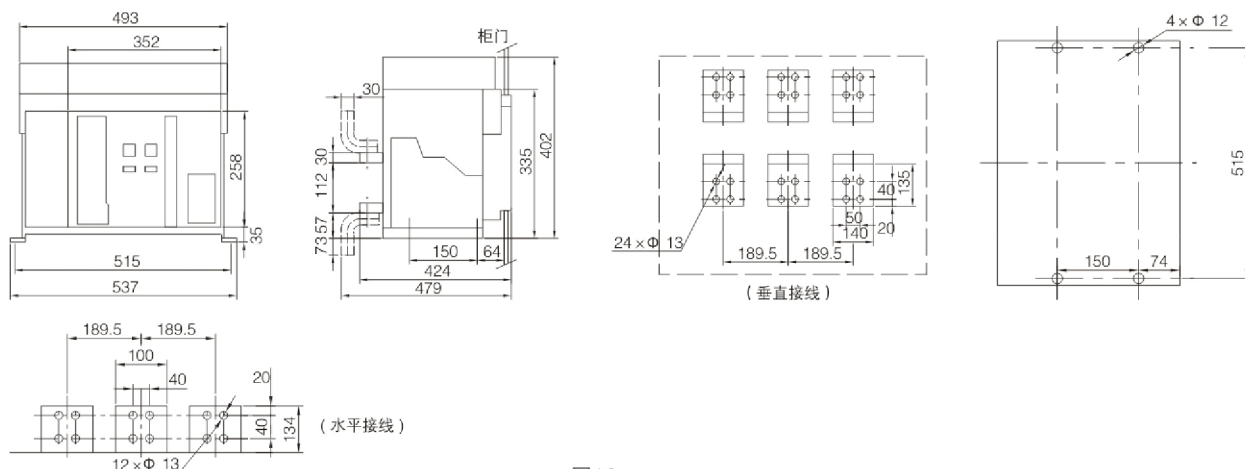

图16g
• 4000A固定式断路器三极安装, 外形尺寸(见图16g)